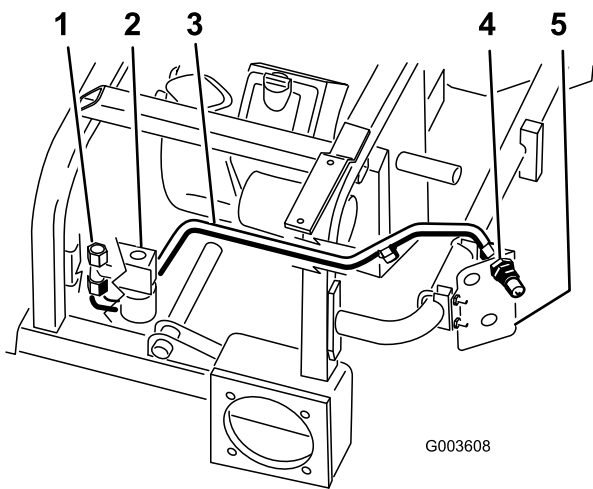

Bild 14
2. Positionieren Sie die Hydraulikleitung Nummer 1 in der Maschine, siehe Bild 14.
3. Befestigen Sie die Hydraulikleitung Nummer 1 am T-Stück, das seitlich am Ventil montiert ist (Bild 14).
4. Befestigen Sie die Hydraulikleitung Nummer 1 an der oberen Kupplung mit Außengewinde (Bild 14).